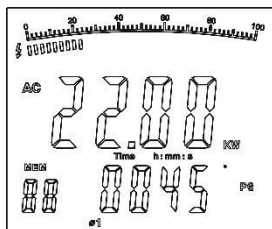

Рис. 7
1. Нажать кнопку **SEL**, чтобы выбрать первую фазу **Ø1**, см. рис. 7. На двухуровневом экране отображается активная мощность кВт и значение PG (угол фазы) первой фазы **1**.